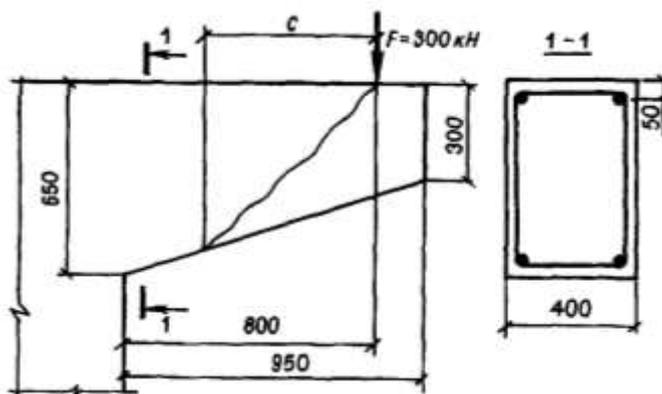

Рис. 1. Консоль
2. Консоль размерами (см. рис. 1) нагружена сосредоточенной силой $F = 300$ кН, расположенной на расстоянии $0,8$ м от опоры; бетон тяжелый класса В15 ($R_{bt} = 0,67$ МПа при $\gamma_{b2} = 0,9$); хомуты двухветвевые диаметром 8 мм ($A_{sw} = 101$ мм²) из арматуры класса А-I ($R_{sw} = 175$ МПа), шагом $s = 200$ мм. Проверить прочность наклонных сечений по поперечной силе.